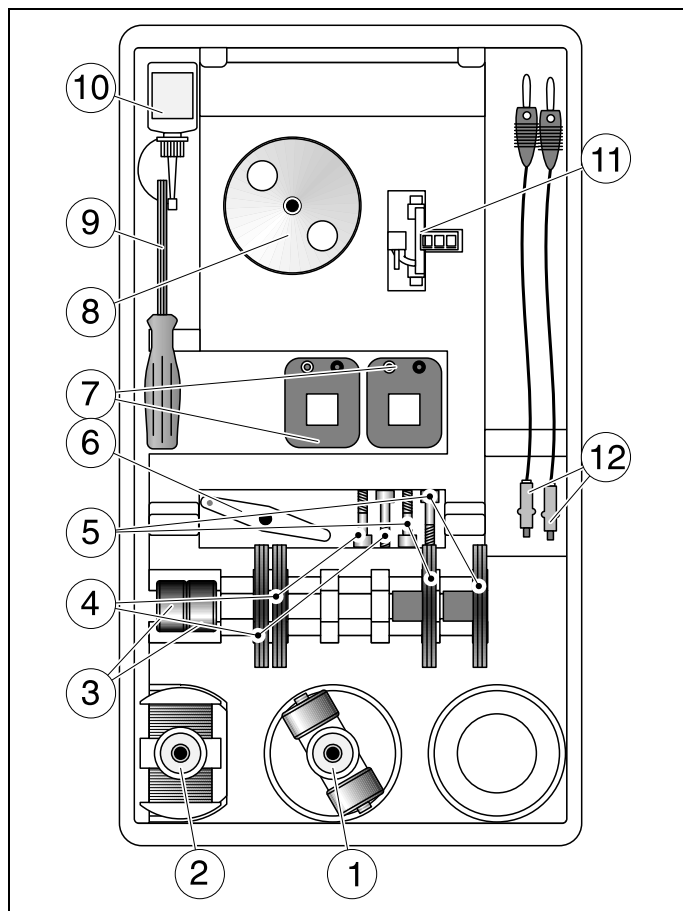

Fig. 1
- Pour la fixation des pièces polaires, il faut absolument utiliser le disque de centrage (563 17, fig. 1 ⑧) afin d'éviter un endommagement ultérieur par les rotors.
- Emplear siempre un disco de centrado (563 17, Fig. 1 ⑧) para fijar las zapatas polares y evitar así un daño posterior a causa de los rotores.